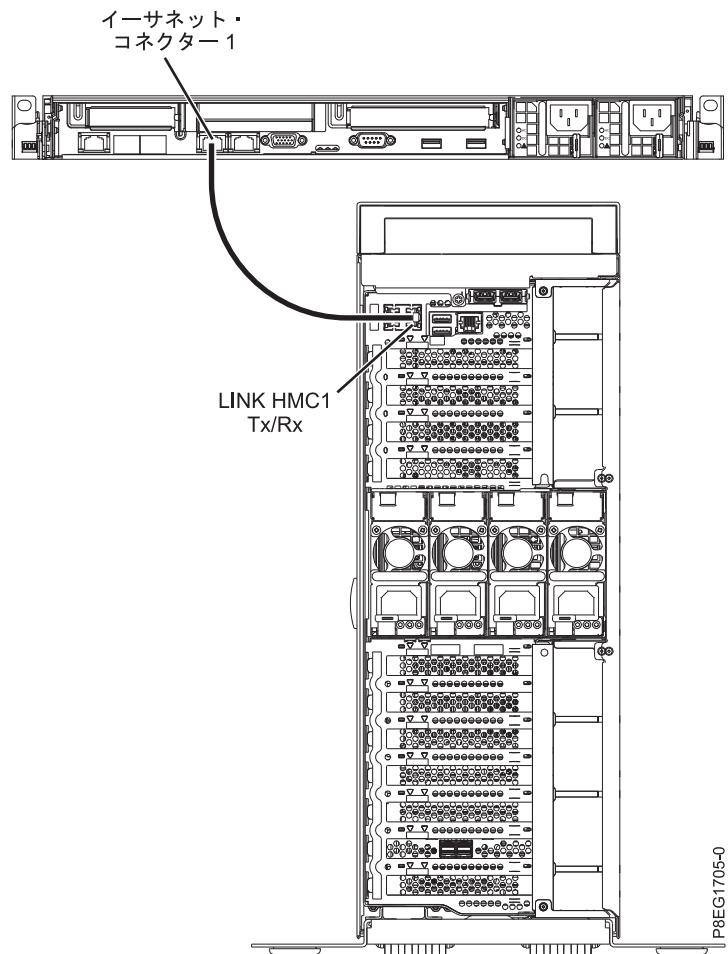

図 21. 管理対象システムへの HMC の取り付け
1. HMC を管理対象システムに直接接続する場合は、HMC の イーサネット・コネクター 1 を管理対象システムの **HMC1** ポートに接続します。 45 ページの図 21 を参照してください。